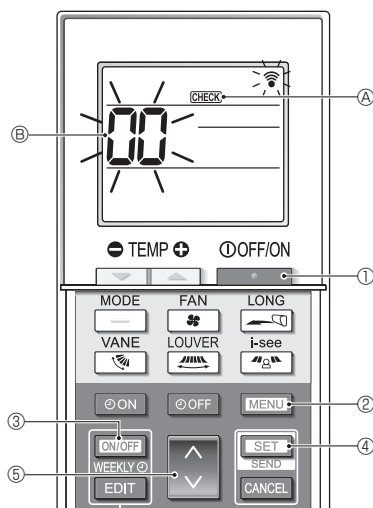

Fig. 7-5
- Нажмите кнопку **ON/OFF** (1), чтобы остановить тестовый прогон.
■ Самодиагностика (Fig. 7-5)
1. Нажмите кнопку **ON/OFF** (1), чтобы остановить работу кондиционера воздуха.
- Если недельный таймер активирован (есть надпись **WEEKLY**), нажмите кнопку **WEEKLY** (3) для отключения таймера (нет надписи **WEEKLY**).
2. Нажмите и удерживайте в течение 5 секунд кнопку **MENU** (2).
3. Нажмите кнопку **↕** (5), чтобы выбрать адрес хладагента (адрес M-NET) (B) внутреннего блока, для которого вы хотите выполнить самодиагностику.
4. Нажмите кнопку **SET** (4).
5. Нажмите кнопку **ON/OFF** (1).
- Надпись **CHECK** (A) и адрес хладагента (адрес M-NET) (B) исчезают; самодиагностика завершена.